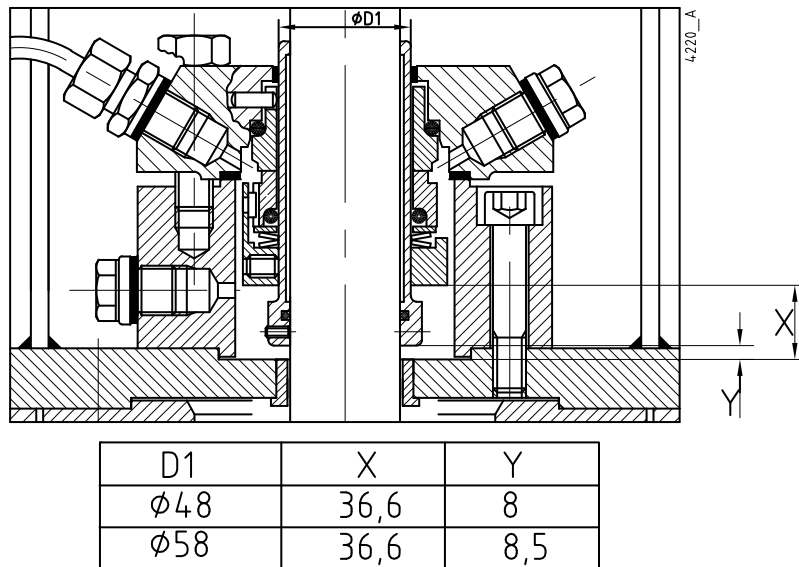

Abbildung 13: Montage der Wellendichtungsgruppe M2
- 2 Der O-Ring (2320) wird an der Wellenschutzhülse (2310) angebracht und die Wellenschutzhülse mit dem Kragen nach unten montiert. Der Abstand zwischen Wellenschutzhülse und Tragflansch (2000) muß auf Maß Y eingestellt werden, siehe Abbildung 13. Danach wird die Wellenschutzhülse mit Stellschrauben (2330) arretiert.
- 4 Der rotierende Ring der Gleitringdichtung wird im richtigen Maß X auf der Wellenschutzhülse befestigt, siehe Abbildung 13. Danach wird der rotierende Teil der Gleitringdichtung mit der Stellschraube arretiert.